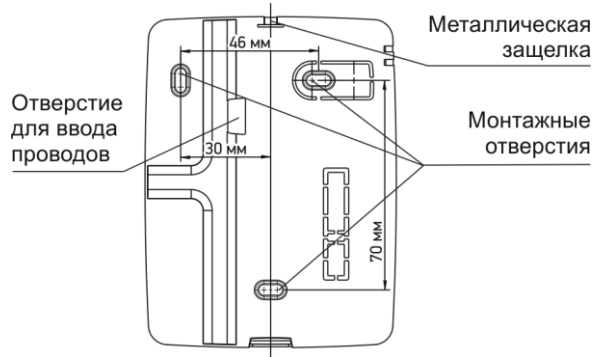

Рисунок 2
**1)** Снимите заднюю крышку (основание) клавиатуры, нажав шлицевой отверткой на металлическую защелку в отверстии в верхней части основания (рисунок 2).